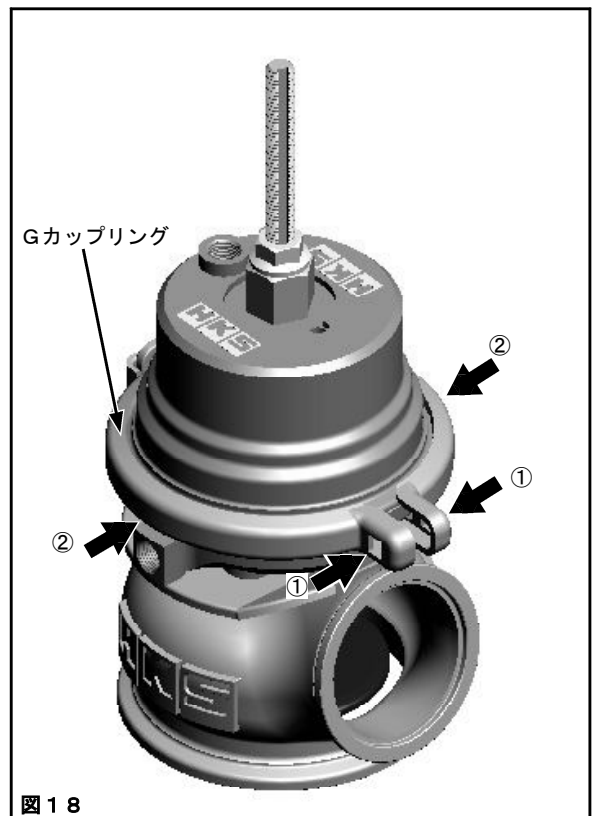
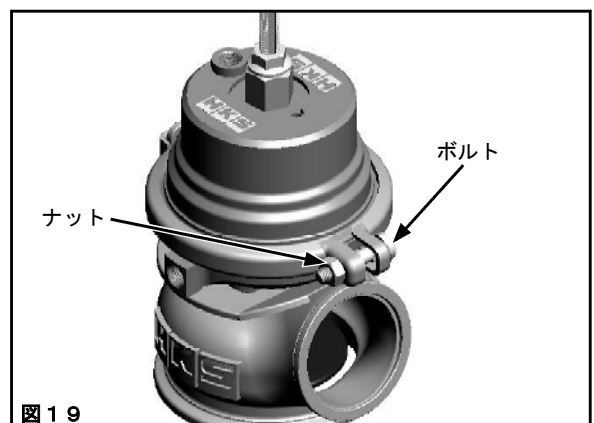

図 18
図 19
- (21) Gカップリングを取付け、①の部分強く摘んでください。(図18)
- (22) Gカップリングが外れないように、図18の②の部分を押さえたままボルト、ナットを取付けてください。(図18、図19)